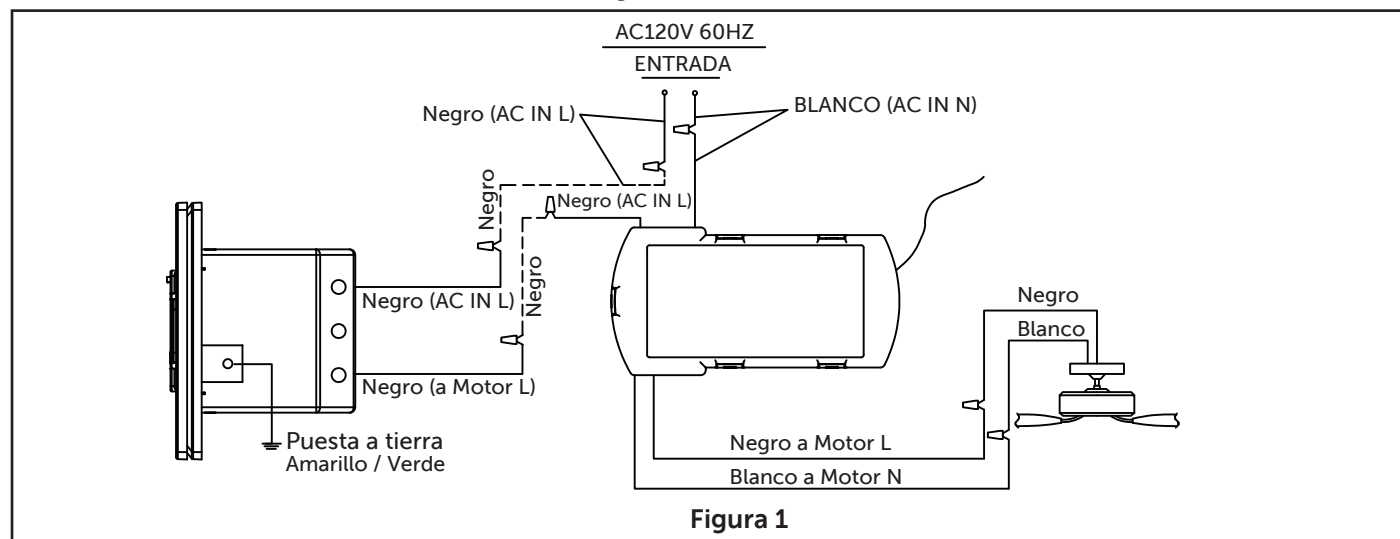

Figura 1
- Realice las conexiones de cables al bloque del terminal como se muestra en la Figura 1.